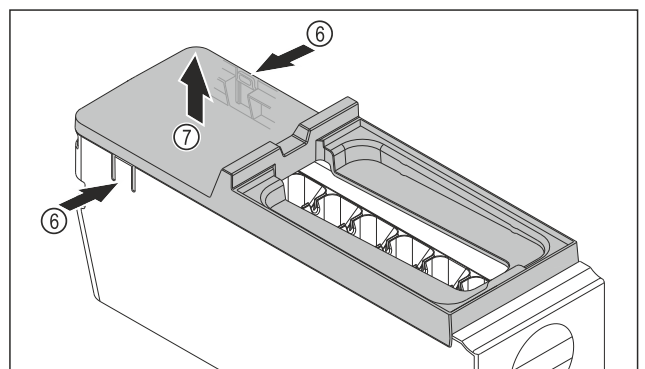

Fig. 90
- ▶ Extraer la cubierta del EasyTwist-Ice: Presionar con la mano las lengüetas Fig. 90 (6) a ambos lados del cuerpo del EasyTwist-Ice.
- ▶ Sacar la cubierta Fig. 90 (7) con la otra mano tirando hacia arriba.